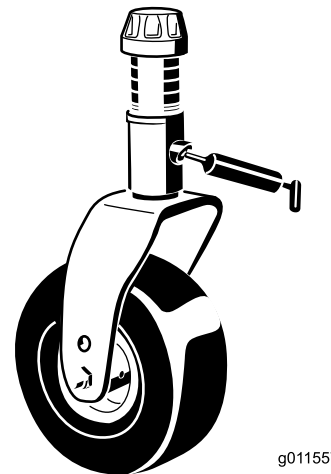

Figura 79
- 2 casquillos del eje de la horquilla de la rueda giratoria (Figura 79)